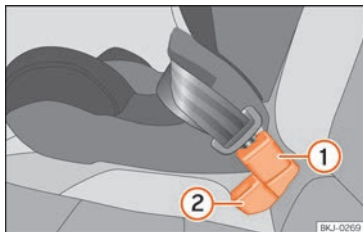

Fig. 30 Posizione della chiusura della cintura sul sedile posteriore
- Posizionare la chiusura della cintura del posto centrale »» **fig. 30 ①** dietro la chiusura della cintura del posto laterale »» **fig. 30 ②**.
la cintura del posto centrale »» **fig. 30 ①** fino a sentire lo scatto.
- Affinché le cinture siano posizionate correttamente, le chiusure non devono essere attorcigliate »» **fig. 30**.